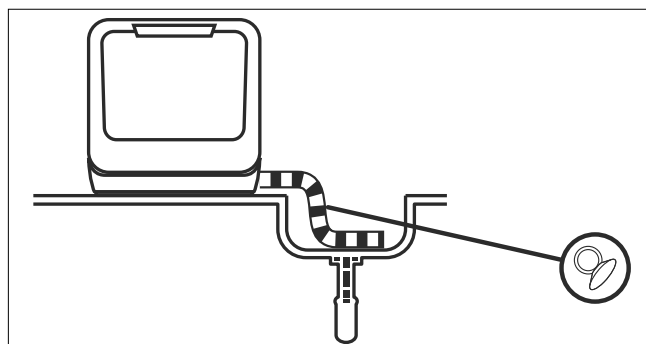
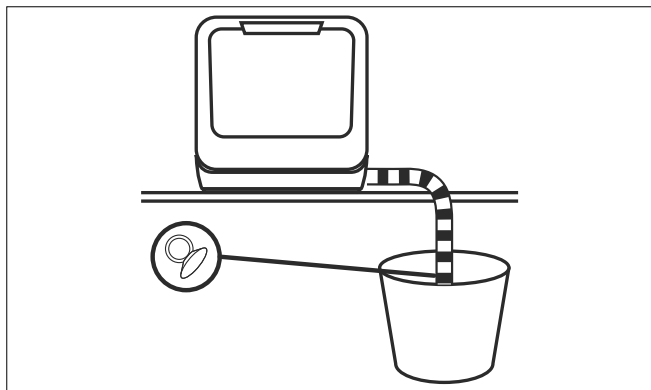

Fig. 10 – Scarico in un lavandino
Fig. 11 – Scarico in un contenitore
- ▶ Mettere l'estremità del tubo flessibile di scarico in un lavandino (v Fig. 10) o in un contenitore sufficientemente grande (vedere Fig. 11).